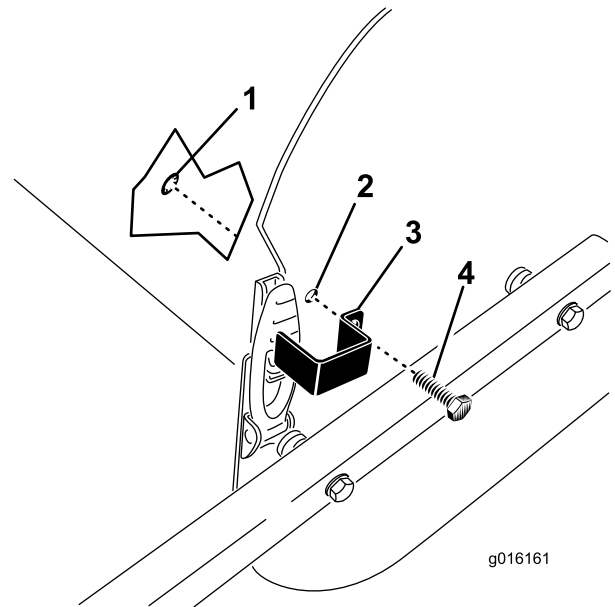

Figura 35
2. Sujete la pletina del cierre a la chapa lateral con un perno de rosca completa y un anillo de retención (Figura 35).
1. Coloque la pletina del cierre sobre el cierre del capó alineando el taladro de montaje con el taladro de la chapa lateral (Figura 35).